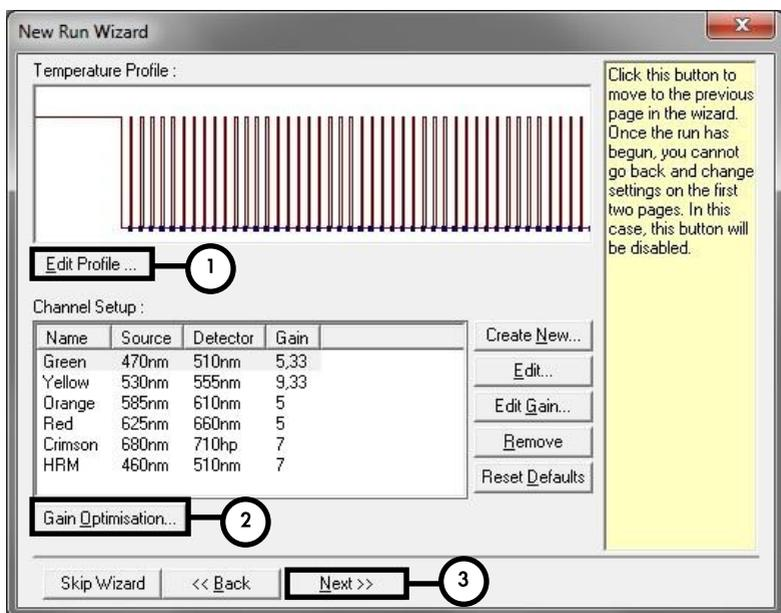

Figure 4. Modification du profil.
9. Dans la boîte de dialogue **New Run Wizard**, cliquer sur le bouton **Edit Profile** (Modifier profil) (figure 4) et programmer le profil de températures comme indiqué sur les figures 5-6.
10. La plage de détection des canaux de fluorescence doit être déterminée selon les intensités de fluorescence des tubes de PCR. Dans la boîte de dialogue **New Run Wizard**, cliquer sur **Gain Optimisation** (Optimisation du gain) (voir figure 4, étape 2) pour ouvrir la boîte de dialogue **Auto-Gain Optimisation Setup** (Configuration de l'optimisation du gain automatique) (figure 7). Cocher la case **Perform Optimisation Before 1st Acquisition** (Réaliser l'optimisation avant la 1re acquisition) (figure 7). S'assurer que les deux canaux (Green et Yellow) sont sélectionnés pour **Auto-Gain Optimisation** (Optimisation du gain automatique) (figure 7). (Trouver les canaux dans le menu déroulant sous **Channel Settings** [Paramètres de canal] et cliquer sur **Add** [Ajouter].) Dans la boîte de dialogue **Auto-Gain Optimisation Setup**, cliquer sur **Close** (Fermer) à la fin de l'étalonnage du gain.